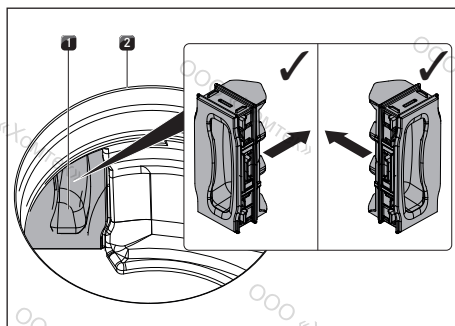

рис. 8.10 Установка откидной крышки фильтра
- Нажмите на находящуюся внутри отверстия для впуска воздуха откидную крышку фильтра до упора, чтобы она вошла в отверстие корпуса фильтра (установка откидной крышки фильтра, см. рисунок рис. 8.10).